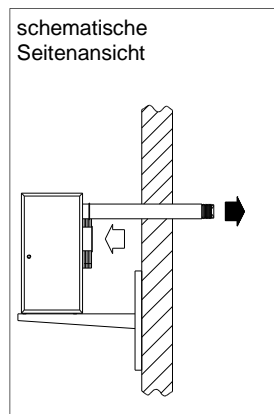

Abb. 5
- mit Hilfe einer horizontalen Rohrleitung (Außenwandinstallation) gerade durch die Außenwand (Abb. 5) oder,